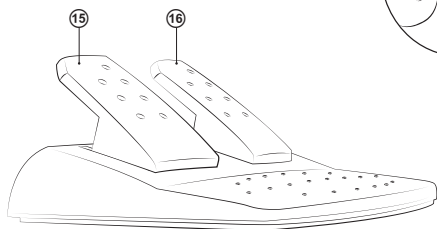

Рис. 3. Блок педалей
- Подключите к устройству блок педалей (рис. 3) с помощью встроенного в блок кабеля к разъему RJ-11 , а потом подключите само устройство кабелем USB  к свободному порту USB компьютера.